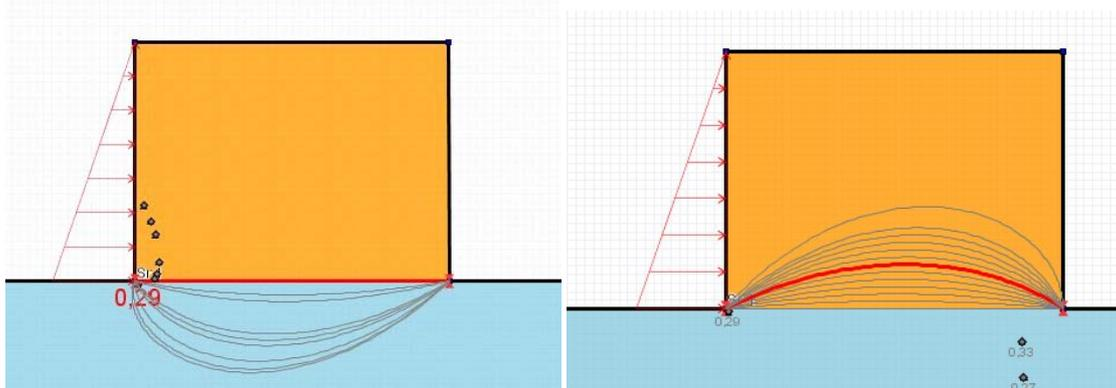

Figure 109 : exemples de spirales à concavité vers le haut et vers le bas
- *Spirales... à concavité vers le haut ou à concavité vers le bas* (cf Figure 109).